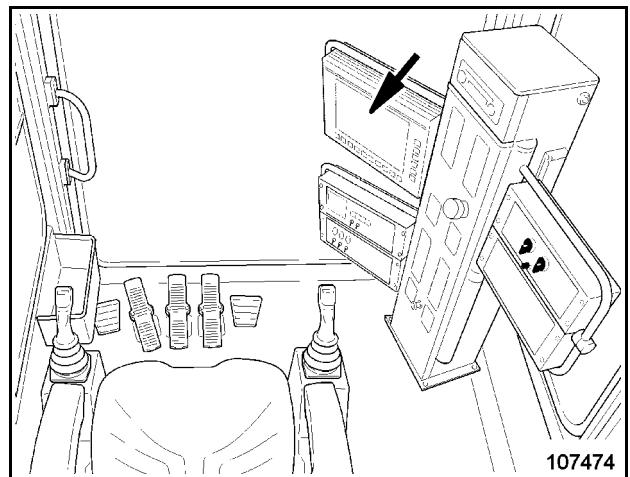
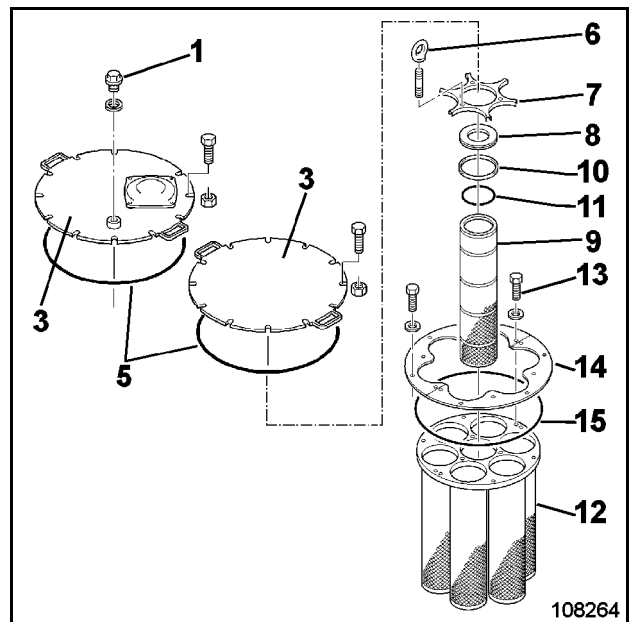

图 3-42:
图 3-43:
- 当 BCS 在屏幕（图 3-42：中箭头所示）上显示警告时。这时滤清器滤芯（图 3-43：中的 9）受到严重的污染；
- 将盖（图 3-43：中的 3）连同密封圈（5）一起移除。